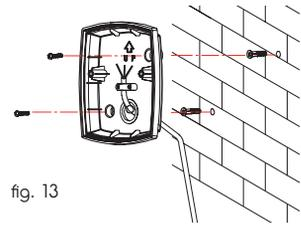

fig. 13
- Fixer le couvercle au mur avec les vis de fixation et les chevilles incluses (fig.13);